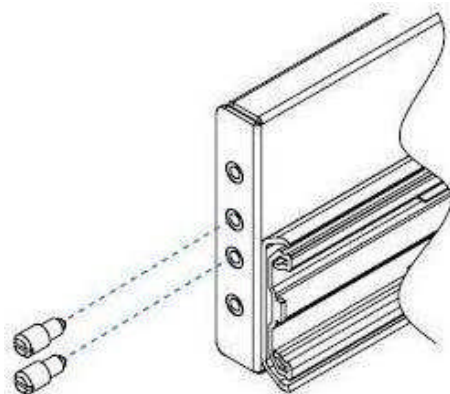

图 4
(3) 如图 4 所示，为外轨固定螺丝。选用适合您机柜的圆柱型螺丝，将导轨两端固定。